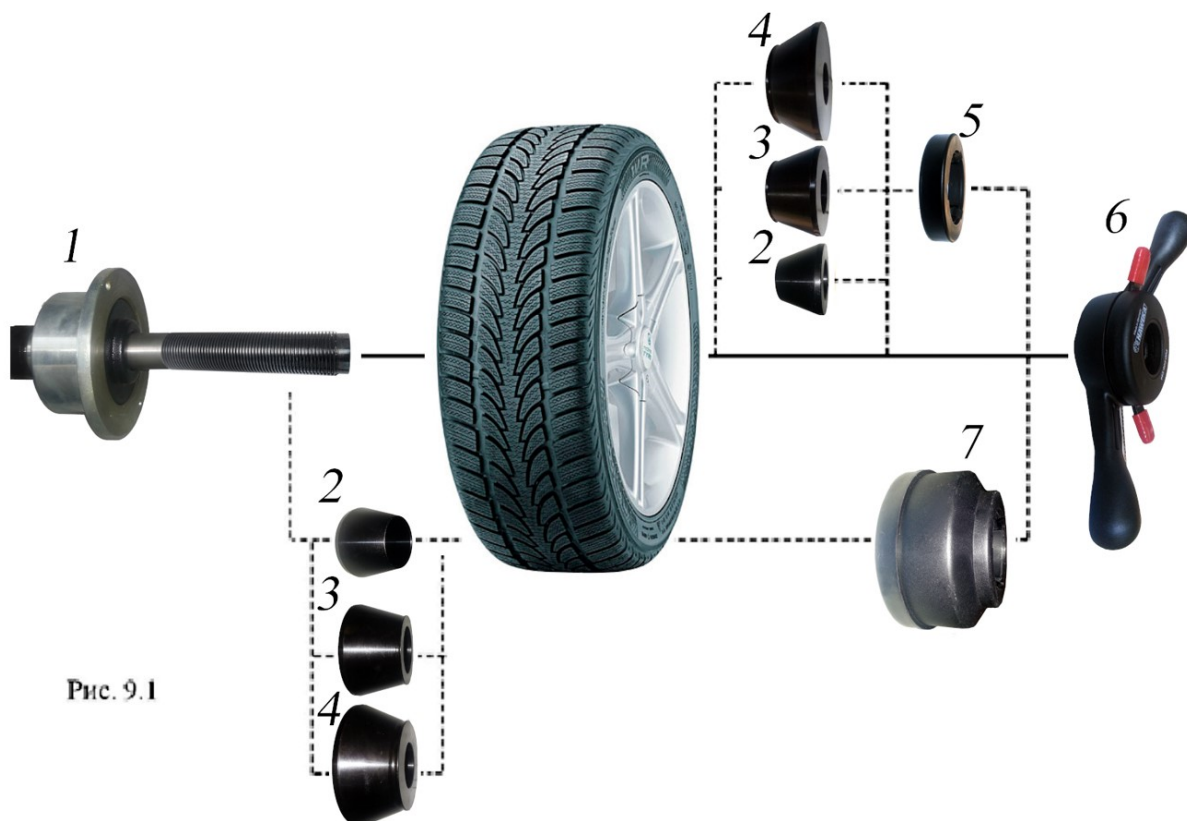

Рис. 9.1
9.2. Балансируемое колесо закрепляется на валу СБ за центральное отверстие диска с помощью конусов и быстросъемной гайки с раздвижными резьбовыми сухарями. В зависимости от конфигурации диска конус может быть установлен как с внешней стороны диска (вариант «а»), так и с внутренней (вариант «б»). При этом на гайке 6 кольцо 5 должно быть заменено на чашку 7. (см.рис. 9.1)
9.6. СБ оборудован педалью для ускорения установки колеса по (варианту «б») (см .рис. 9.1) Установите колесо на конус, установите быстросъемную гайку, нажмите два раза педаль, удерживая колесо и быстросъемную гайку. Вал СБ начнет вращаться, зажимая колесо, когда колесо будет зажато вращение вала остановиться. Окончательно затяните колесо быстросъемной гайкой вручную.